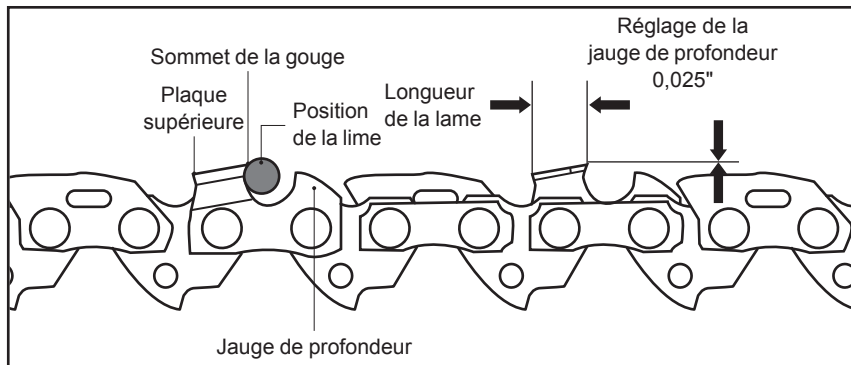

Fig. 49
9. Pour vérifier la hauteur de la jauge de profondeur, utiliser un instrument de mesure prévu à cet effet. Les instruments de mesure pour jauge de profondeur sont disponibles dans tous les bons magasins d'outils (Fig. 49).